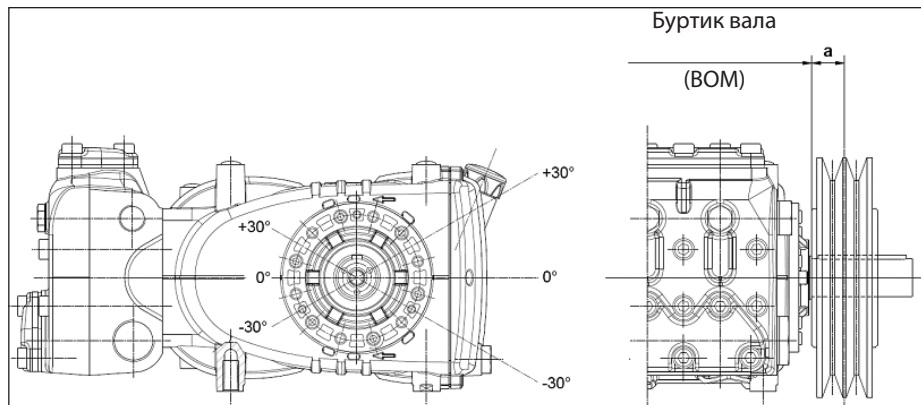

Рис. 10
Трансмиссия считается подходящей, если эта нагрузка прилагается на максимальном расстоянии = 30 мм от буртика вала (ВОМ), как указано на Рис. 10.
- б) Пользуйтесь ремнями с высоким КПД, например, **XPB** вместо **SPB**, поскольку в этом случае потребуется меньшее количество ремней при одинаковой передаваемой мощности, что в свою очередь сократит расстояние между результирующей силой и буртиком вала (BOM) "а" на Рис. 10.